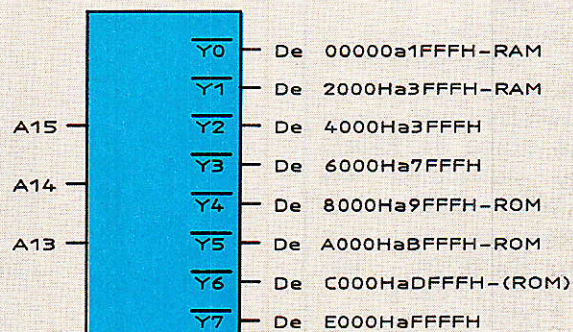

Figure 9 : Table de vérité du HC 138
Ce démultiplexage et ce décodage de champ d'adresses mémoire est réalisé conventionnellement par un circuit de type 74LS (HC) 138 dont les tables de vérité et zones adressées sont données en **figure 9**.